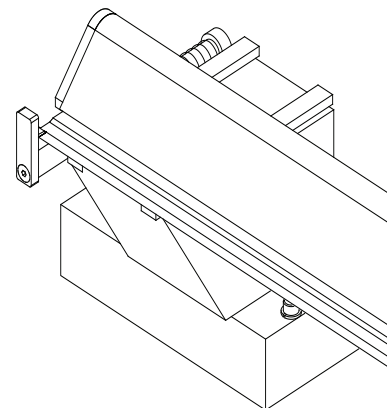
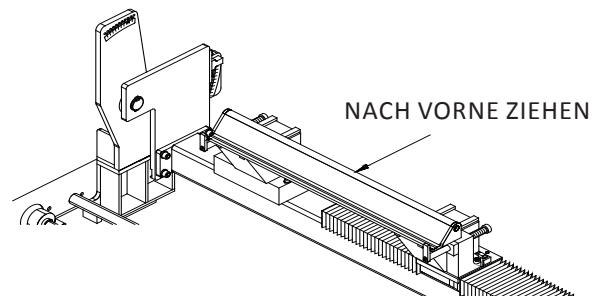

Abb. 20
Abb. 21
3. Positionieren Sie das Untermesser, sodass die nicht verschlissenen Spitzen bei bereits benutzten Untermessern bzw. die Enden eines neuen Untermessers auf den Spitzen der Lehre sind. Siehe Abb. 20. Ziehen Sie das Untermesser fest nach vorn gegen die Spitze der Lehre und schalten Sie dann die Elektromagneten ein. Siehe Abb. 21.
2. Drehen Sie den KÜHLMITTELPUMPEN-Schalter auf EIN und überprüfen Sie, dass die Düse das Kühlmittel auf das Untermesser richtet. Siehe Abb. 20.